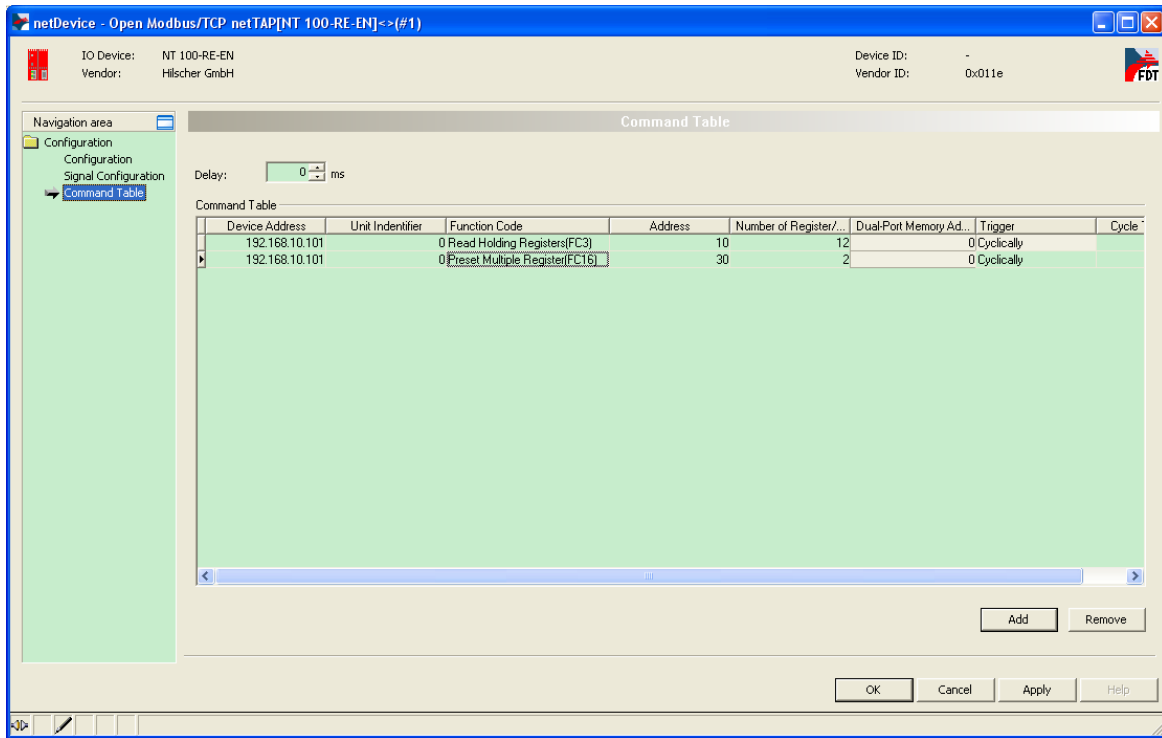

图 23
(22) 此时，需要配置 Modbus/TCP 的命令表。单击 Add 按钮，增加一条 Modbus 命令。其中“Delay”为每条命令之间的间隔时间，单位为 ms；“Device Address”为 Modbus/TCP 从站的 IP 地址；“Unit Identifier”是某些 Modbus/TCP 从站设置的 ID 号；“Function Code”为 Modbus/TCP 功能码；“Address”为在从站中的数据寄存器区地址；“Number of Register”为主站读写的数量，单位为字；“Dual-Port Memory Address”为网关中的寄存器区地址；“Trigger”为写数据方式，如图 23 所示：